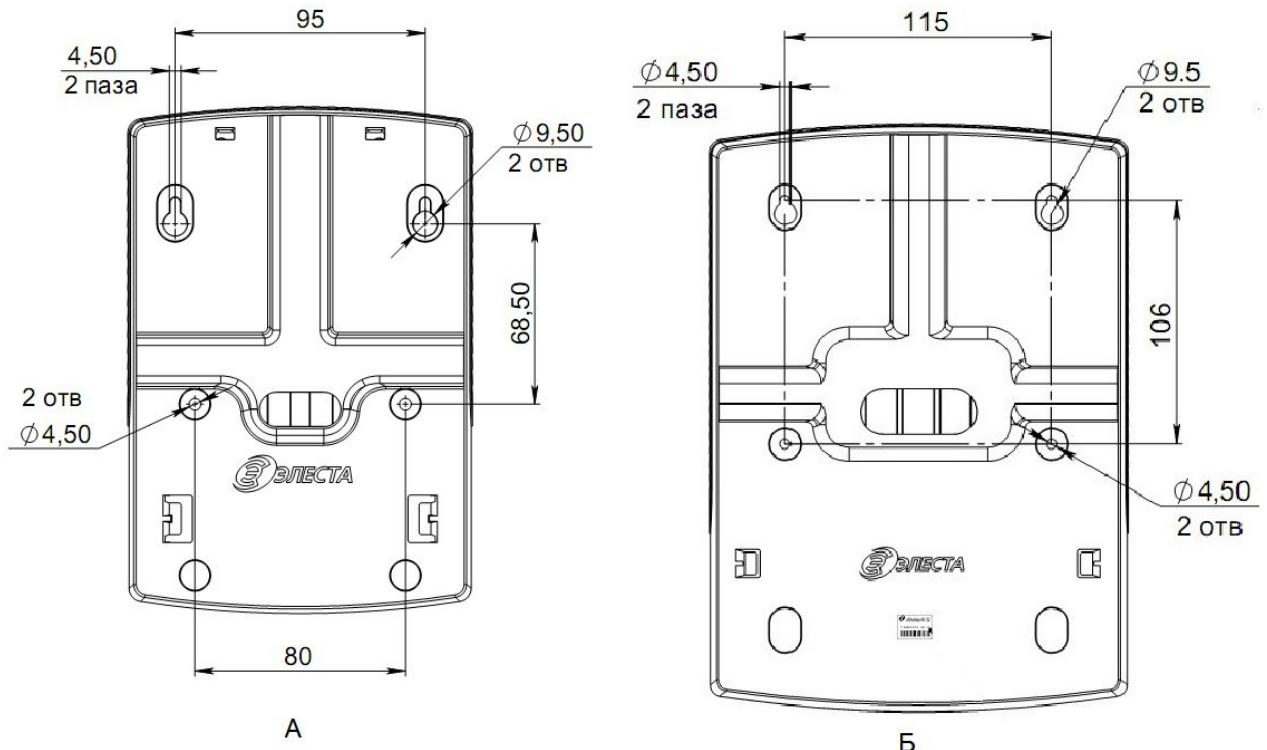

Рисунок 4.2 - Установочные размеры приборов Юпитер-2424 (А) и Юпитер-2425 (Б)
Прибор устанавливается в помещении с ограничением доступа посторонних лиц, в удобном для технического обслуживания месте. Прибор крепится к стене на высоте, удобной для наблюдения за индикацией. Прибор навешивается на два шурупа, ввинченных в стену и крепится двумя шурупами через отверстия в основания корпуса (рисунок 4.2).
- 3 Навесьте прибор на стену с помощью двух шурупов, соблюдая установочные размеры (рисунок 4.2);
- 4 Закрепите прибор на стене двумя другими шурупами по установочным размерам (рисунок 4.2), предварительно продев провода внешних подключений через отверстие в основании корпуса.